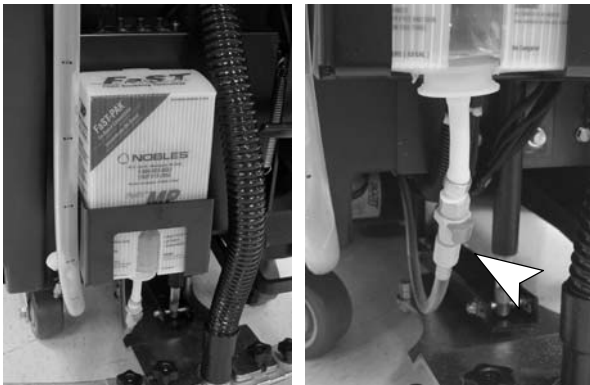

FIG. 12
2. Placez le carton de FaST PAK dans le support de carton situé à l'arrière de la machine et branchez le tuyau d'alimentation sur le sac FaST PAK (Figure 12).